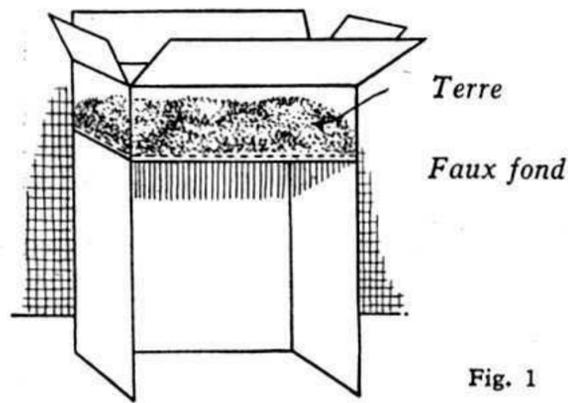

Fig. 1
**Explication.** — La terre se trouve dans une boîte en carton dont le fond a été découpé et replacé à quelques centimètres du haut de la boîte. La partie supérieure seule de la boîte est remplie de terre, et le bas de la paroi arrière est découpé jusqu'à la hauteur du faux fond. La boîte est placée sur une table, et les spectateurs qui n'en voient que le devant ne peuvent y découvrir rien de suspect (la figure 1 donne une vue de l'arrière de la boîte). Caché dans l'espace libre sous le faux fond de la boîte, se trouve un groupe de tulipes artificielles dont les tiges sont fixées sur un disque de bois de diamètre légèrement inférieur à celui du bol. Pour en augmenter le poids, on a soin de fixer à sa surface inférieure une plaque de plomb ou de fer, tandis qu'à sa surface supérieure on colle une petite quantité de terre. Au centre du disque, on plante un bout de fil de fer rigide qui se termine par une boucle arrivant à la hauteur de la fleur centrale (Fig. 2).